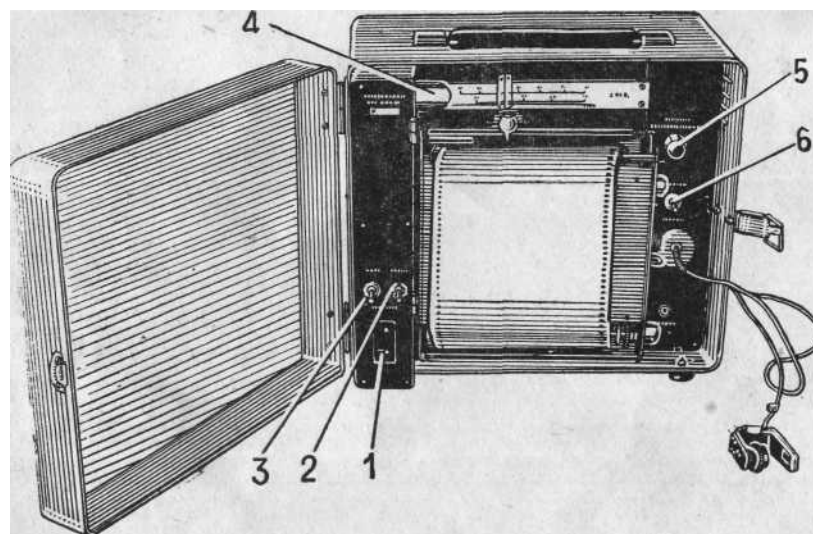

Рис. 1. Общий вид оксигемографа 036М с открытой крышкой
Количество оксигемоглобина указывает насколько полно совершается в легких насыщение крови кислородом (оксигенация крови). Общий вид прибора показан на рис. 1.
5. Подать напряжение на прибор, для чего необходимо шнур, прилагаемый к прибору, одним концом вставить в гнездо / (рис. 1) сетевого питания, находящееся в левой части прибора, а другим концом — в сеть.